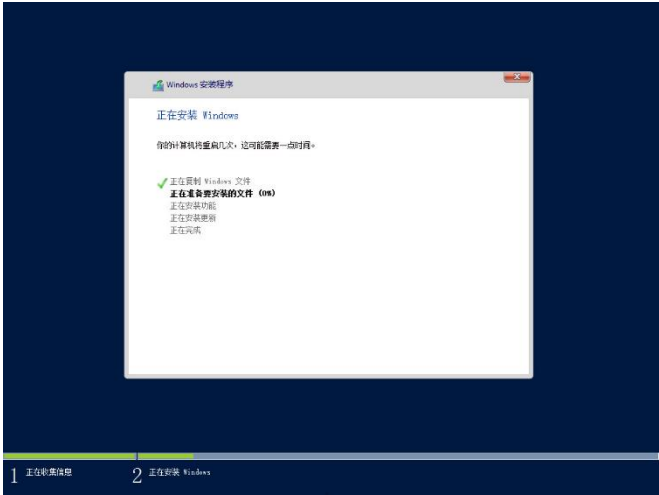

图 6-33
o. 单击下一步进行操作系统的安装。如图 6-33 所示。操作系统的安装过程可能需要持续一段时间，请耐心等待。